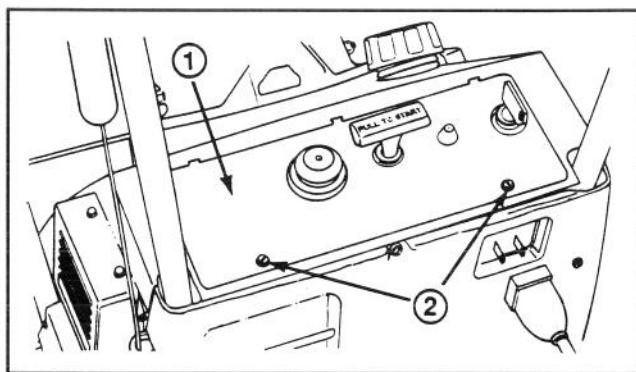

Figure 15
REEMPLACEMENT DE LA BOUGIE (Fig. 15, 16, et 17)
(Fig. 15)—Retirez les deux (2) vis de fixation du panneau de commande au carter. Enlevez la clé d'allumage et soulevez le tableau, le laissant pendre sur la corde de rappel.